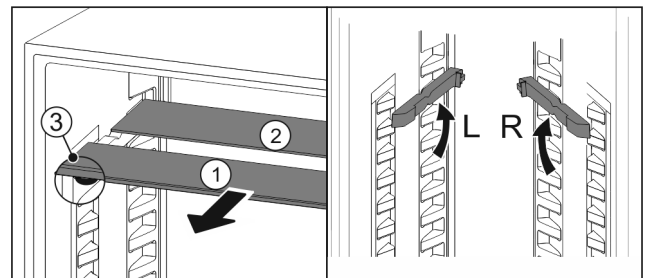

Fig. 113
- ▶ Glasplatten einzeln nach vorne herausziehen Fig. 113 (1).
- ▷ Glasplatte Fig. 113 (1) mit Zierleiste liegt vorne.
- ▷ Stopps Fig. 113 (3) zeigen nach unten.